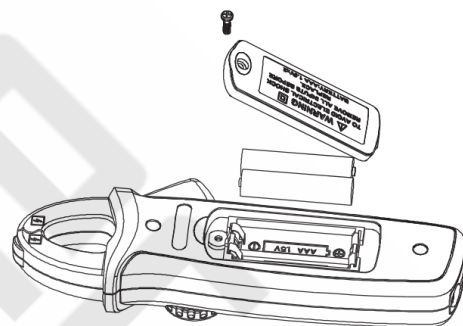

Рисунок 8
2) Замена батареи (см. рисунок 8).